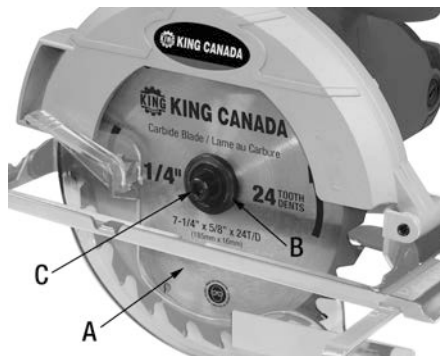
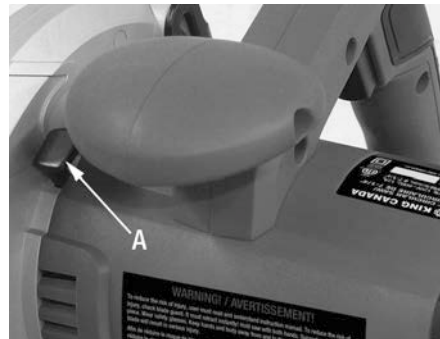

FIGURE 3
FIGURE 4
Note : La première fois que le boulon cylindrique (C) Fig.3 de la lame est retiré de la scie sans lame installée, il peut être nécessaire de placer la clé hexagonale sur la tête du boulon et de taper brusquement dans le sens anti-horaire. Rétractez le garde inférieur et positionnez la lame (A) Fig.3 et la rondelle de lame sur l'arbre de rotation de la scie. Assurez-vous que la grande surface de la rondelle de lame (B) est le côté qui touche la lame. Pour empêcher la rotation de lame tout en serrant le boulon cylindrique de lame, élevez le garde inférieur et placez la scie vers le bas sur un morceau de bois chute. Les dents de la lame creuseront dans le bois de chute et empêcheront la rotation lorsque vous serrez le boulon cylindrique de la lame, ou vous pouvez appuyer sur le bouton de verrou de l'arbre (A) Fig.4 pour empêcher l'arbre de tourner. Serrez le boulon de la lame (C) Fig.3 solidement, en utilisant la clé hexagonale fournie.